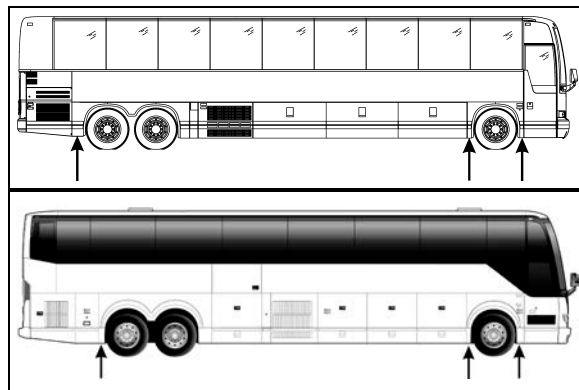

FIGURE 5: POINTS DE LEVAGE SOUS LE CHÂSSIS
1. Lever le véhicule sur ses points de levage sur la carrosserie (Figure 5 ou voir la section 18, *Carrosserie sous le titre Points de levage du véhicule*). Placer des chandelles sous le châssis. Enlever les roues de l'essieu moteur (au besoin, se reporter à la section 13, *Roues, moyeux et pneus*).